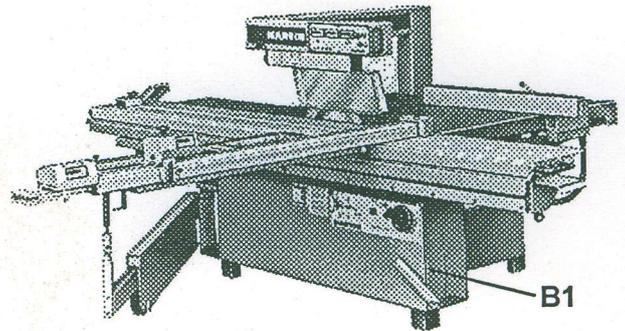

Bild 6.2
- Bei ganz abgesenktem und schräggestelltem Sägeblatt muß sich das Schauglas (Kreis in Bild 6.3) vollständig füllen. Der Ölbehälter befindet sich hinter dem Verkleidungsblech B1 (Bild 6.2).